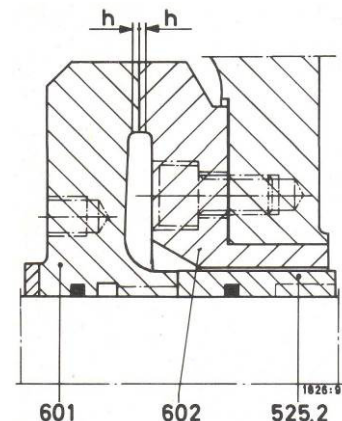

Figura 32 – Reusinagem do dispositivo de equilíbrio
Em caso de fricção do disco de equilíbrio (601) no contra-disco (602) as superfícies desgastadas deverão ser recuperadas por usinagem (utilizar mandril com ponta de centragem). A reusinagem com mandril de ponta garante às faces girantes uma precisão de rotação suficiente, em relação às furações. (Reusinagem máxima de $2\text{ h} = 2\text{ mm}$, veja figura 32). Ranhuras isoladas e de maior profundidade, poderão permanecer.